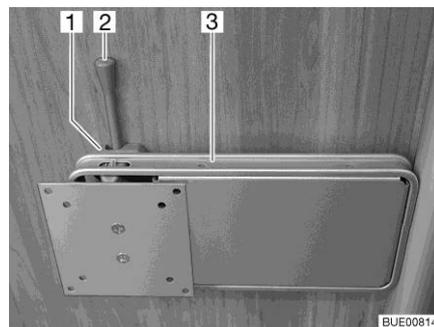

Fig. 67 Fijación en la columna
- Empujar la palanca de desbloqueo (Fig. 67,2) hacia el lado y girar el soporte (Fig. 67,3) junto con la pantalla plana a la posición deseada.
- Girar la pantalla plana hacia la posición inicial hasta que el soporte (Fig. 67,3) engatille en el bloqueo (Fig. 67,1).